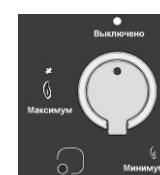

Рис.1
Нажмите и поверните ручку, которая соответствует требуемой конфорке, против часовой стрелки в максимальное положение (большое пламя Рис. 1), затем нажмите данную ручку до упора.
Ручку конфорки, оснащенной системой газ-контроль, следует поворачивать против часовой стрелки в максимальное положение (большое пламя Рис. 1) до тех пор, пока не почувствуете, что она зафиксировалась, а затем нажмите данную ручку и производите зажигание, как описано выше.
После закипания установите ручку в положении Минимум (маленькое пламя см. рис. 1). Пользуйтесь только кастрюлями с крышкой.
Зажигание конфорок, оснащенных системой газ-контроль, может осуществляться только при установлении ручки в положение Максимум (большое пламя рис.1).
-Зажгите конфорку и поверните соответствующую ей ручку в положение «Минимум» (маленько пламя рис. 1).